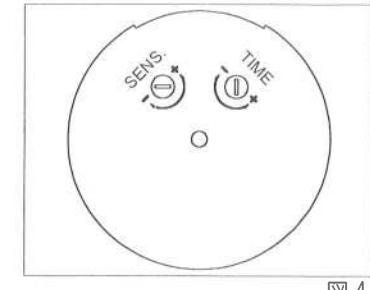

図4
- TIME(時間)のダイヤルはセンサーBOXの下面についてています。(図4参照)
- SENS(センサー)のダイヤルはセンサーBOXの下面についています。(図4参照)